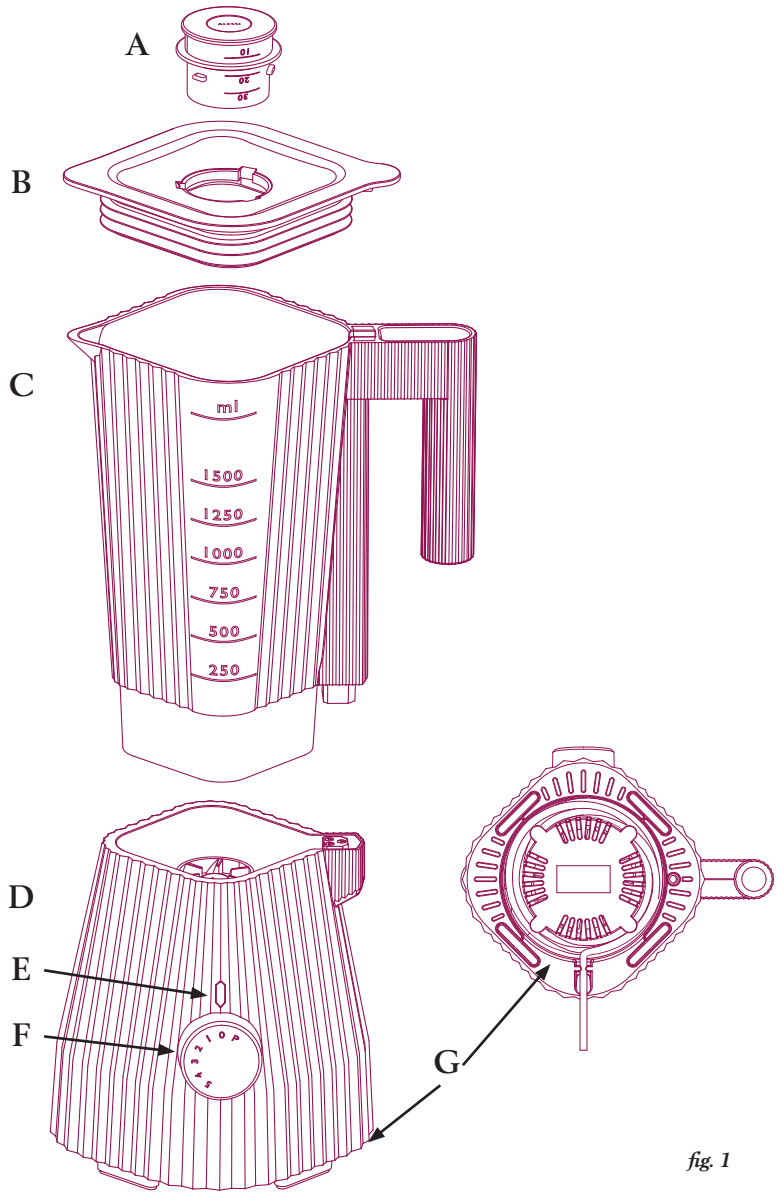

fig. 1
- G - Base in resina termoplastica con piedini antiscivolo e vano avvolgicavo. (fig. 1)